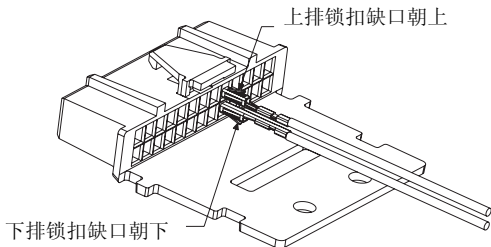

图 3 接触端方向
紧急脚踏开关套件包含一条电缆。电缆的一端有两条裸线，另一端也有两条线，一条带有接线片，另一条连接着一个接触端子。请参考图3，并完成以下连接：
3. 将带有接触端子的电线插入附件接口的 **#23** 插孔，如 **图 3** 所示。